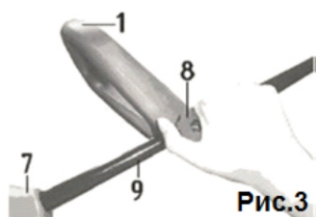

Рис.3
### 7.1 Установка дополнительной рукоятки (Рис.3)
7.1.4. Перемещая дополнительную рукоятку (1) вверх-вниз по верхней штанге (9), отрегулируйте удобное положение дополнительной рукоятки (1). Рис. 3